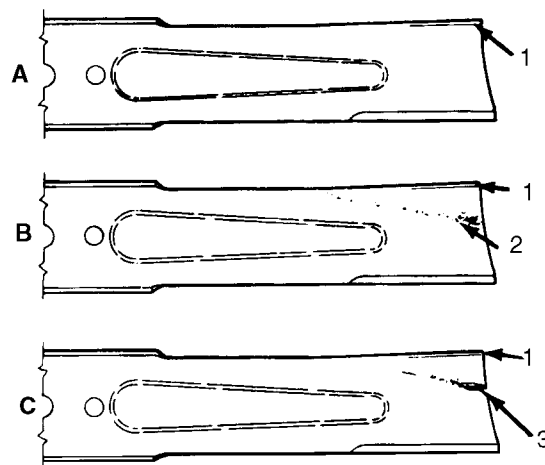

Fig. 18
EFTERSYN OG SLIBNING AF KNIVE (fig. 18–19)
2. Undersøg knivens skær omhyggeligt, især hvor den flade og buede del af kniven mødes (fig. 18-A). Fordi sand og slibende materiale kan afslide det metal, der forbinder den flade og den buede del af kniven, skal kniven kontrolleres, inden maskinen anvendes. Hvis kniven ser slidt ud (fig. 18-B), skal den udskiftes, se *Afmontering af kniven*.
Hvis kniven får lov til at blive slidt, vil der opstå en revne mellem sejlet og den flade del af kniven (fig. 18-C). Til sidst kan et stykke af kniven brække af og blive kastet ud under huset og kan medføre alvorlige kvæstelser af føreren eller evt. tilskuere.